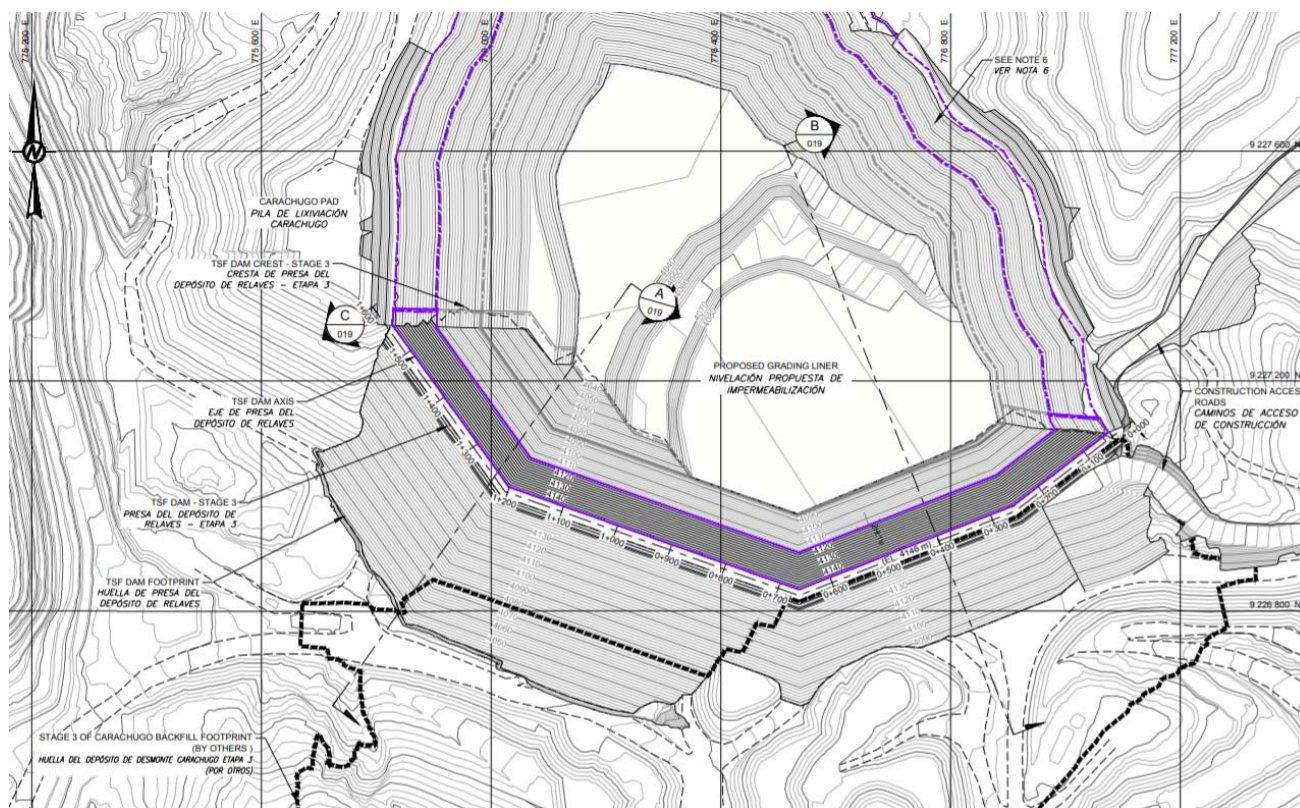

Figura 11: Configuración Final del Depósito de Relaves Pampa Larga
- Se deberá continuar con la construcción del depósito de relaves Pampa Larga de acuerdo con el diseño de Golder (2018A). En la **Figura 11** se presenta la configuración final del depósito de relaves Pampa Larga.